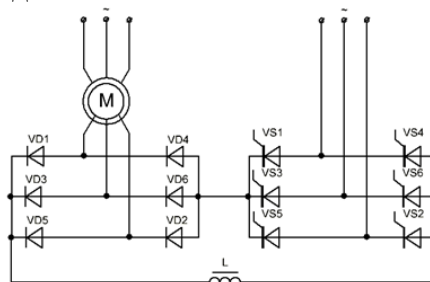

Рис.3
1. Какой тип установки приведен на рис.3?